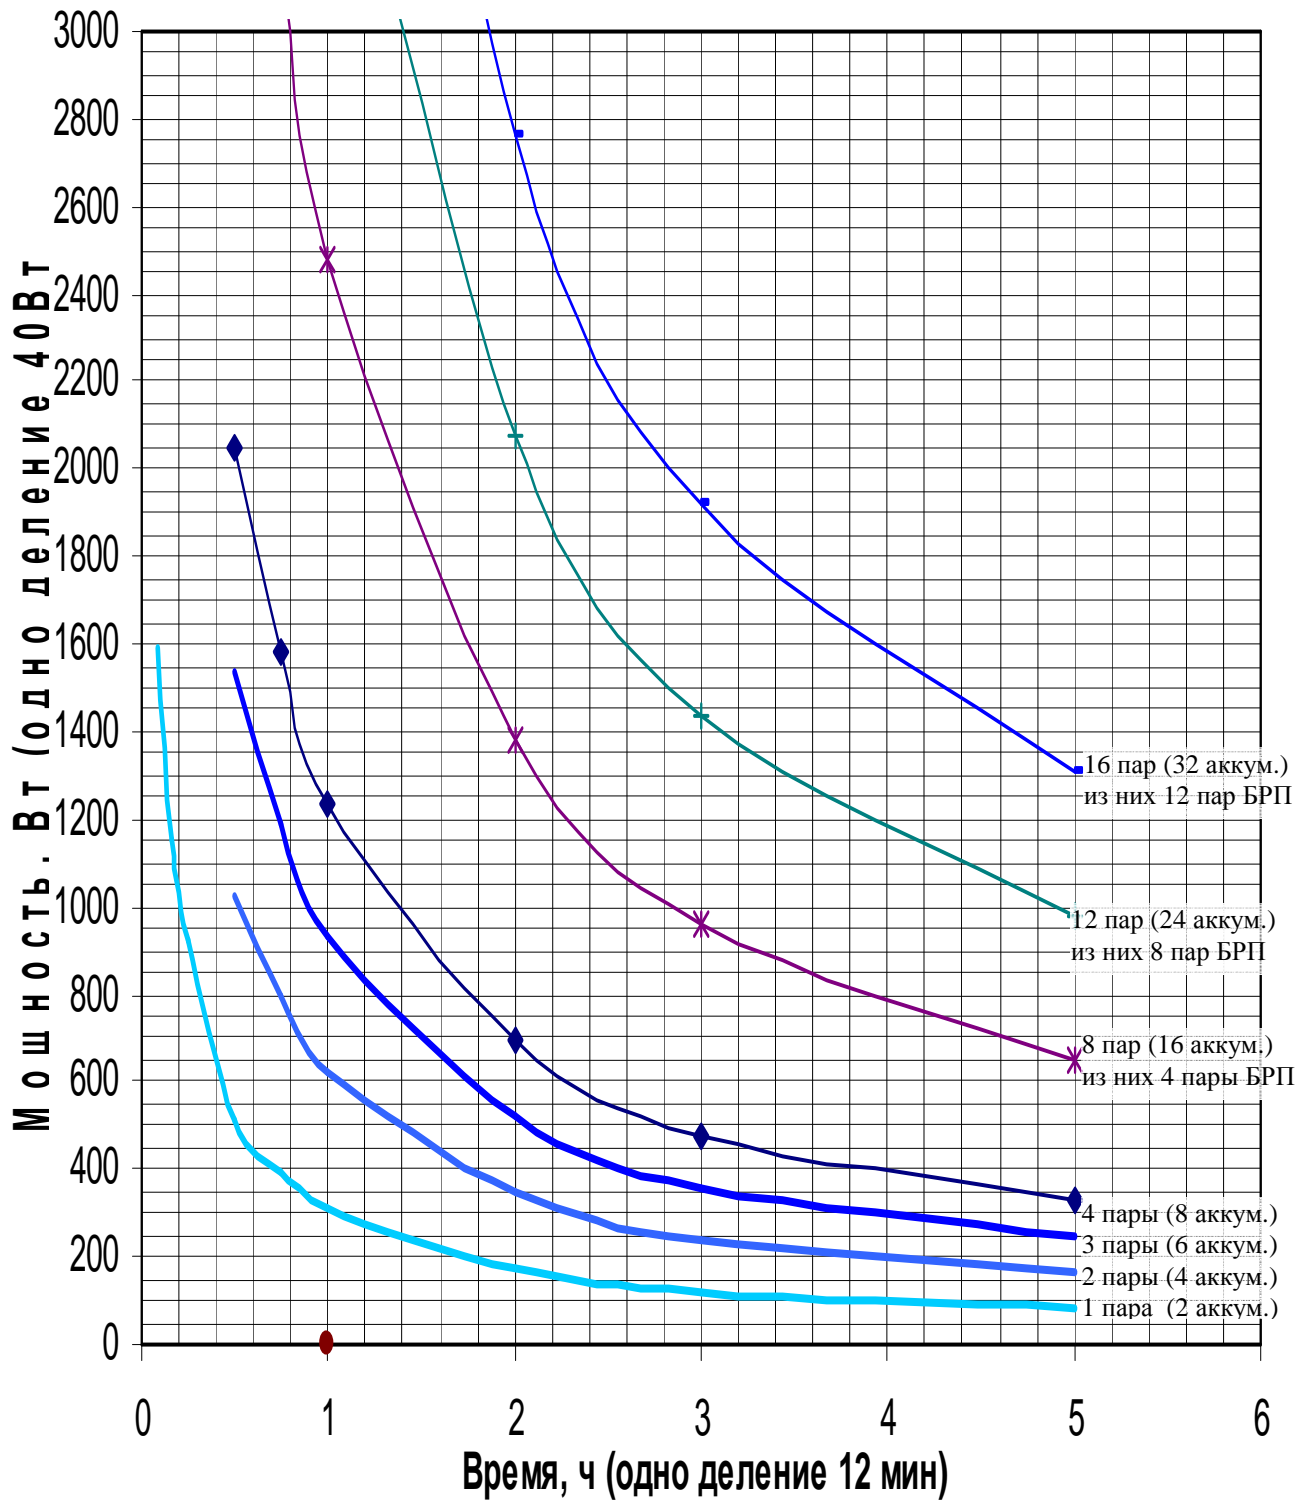

Рисунок 8.2 Зависимость времени работы на резервном питании от мощности нагрузки
- 9) определить по графикам рис. 8.2 количество пар АКБ при заданном времени работы на резервном питании и вычисленной суммарной мощности всех нагрузок  $P_{\Sigma}$ ;
Оптимальное для потребителя соотношение между общей мощностью, временем работы на резерве и количеством пар аккумуляторов определяется по общей мощности нагрузок (без тока заряда) по приведенным на рис.8.2 графикам. Время работы приведено для полностью заряженных АКБ и до отключения АКБ при снижении напряжения на АКБ до 21,5 В.